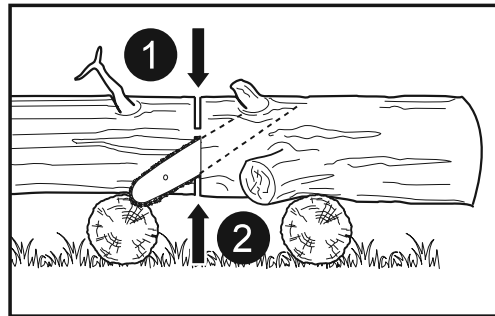

Fig. 31
3. Cuando el tronco está apoyado en ambos extremos (Fig. 31), corte 1/3 del diámetro de la parte superior (seccionamiento superior). A continuación, realice el corte final haciendo un seccionamiento inferior en los 2/3 inferiores hasta encontrarse con el primer corte.